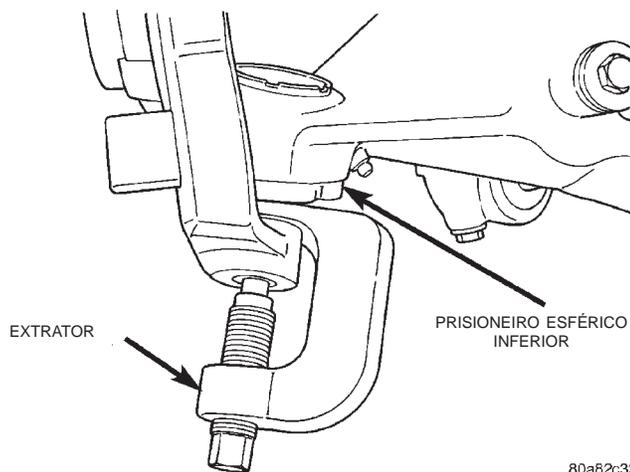

Fig. 8 Junta Esférica Inferior
(8) Remova o contrapino e a porca da junta esférica inferior. Separe a junta esférica da junção com o Extrator C-4150A (Fig. 8) e remova a junção.
(9) Remova o cubo/rolamento da junção.